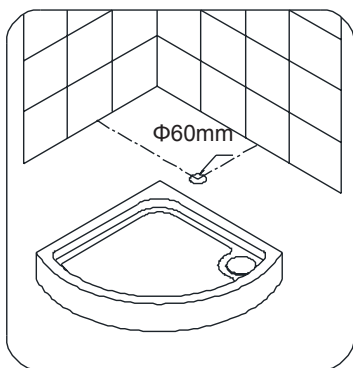

Рис. 1
1. Разместите поддон в выбранной позиции. Для сверления отметьте расположение стока воды, используя отверстие в поддоне. См. рис. 1 для более подробной информации.